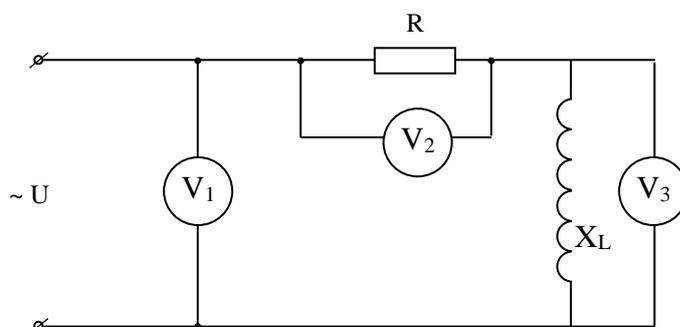

Рис. 3
- 7.6. Дано: $R = 4 \text{ Ом}$, $X_L = 3 \text{ Ом}$, $U_3 = 12 \text{ В}$. Определить показания вольтметров (рис. 3).